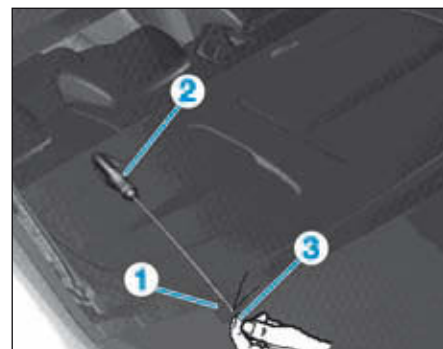

FIG.20
- Mettre un ruban adhésif (1) à la zone de sortie de l'alène (2) pour protéger la carrosserie (Fig.20).
- Enfiler les deux extrémités de fil tranchant (3) dans l'alène (2) et les faire passer vers l'intérieur.